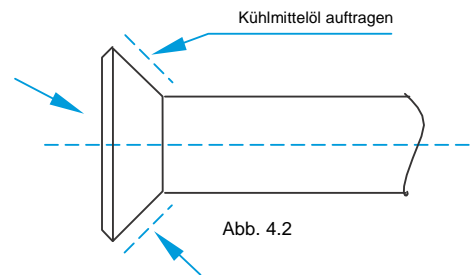

Abb. 4.2
- ♦ Tragen Sie vor dem Anbringen der Rohrmuffenkappe etwas Kältemittelöl auf die Muffe auf (sowohl innen als auch außen) und drehen Sie die Muffe dann drei- oder viermal, bevor Sie die Kappe festziehen. Siehe Abb. 4.2